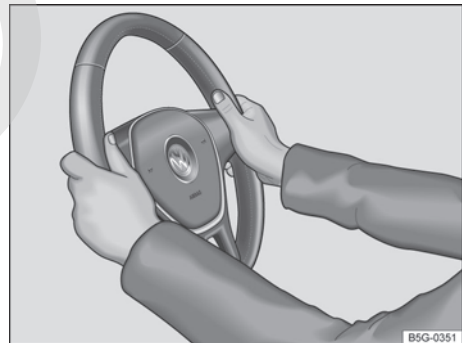

Fig. 41 En el volante posición 9 y 3 horas.
- Ajustar el volante de manera tal que el conductor pueda sujetarlo con las dos manos del borde exterior y con los brazos ligeramente doblados (posición equivalente a las 9 y a las 3 horas → fig. 41).